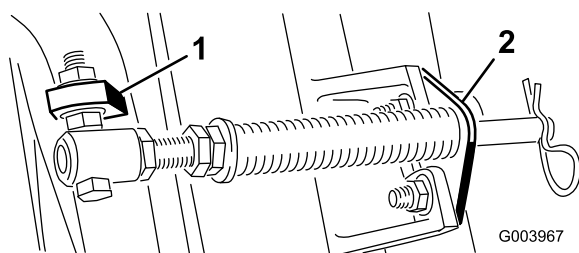

Рисунок 6
наружной стороне выступа, как показано на Рисунок 6.
D. Присоедините кронштейн штока к выступам режущих блоков с помощью каретных болтов и гаек (Рисунок 6).